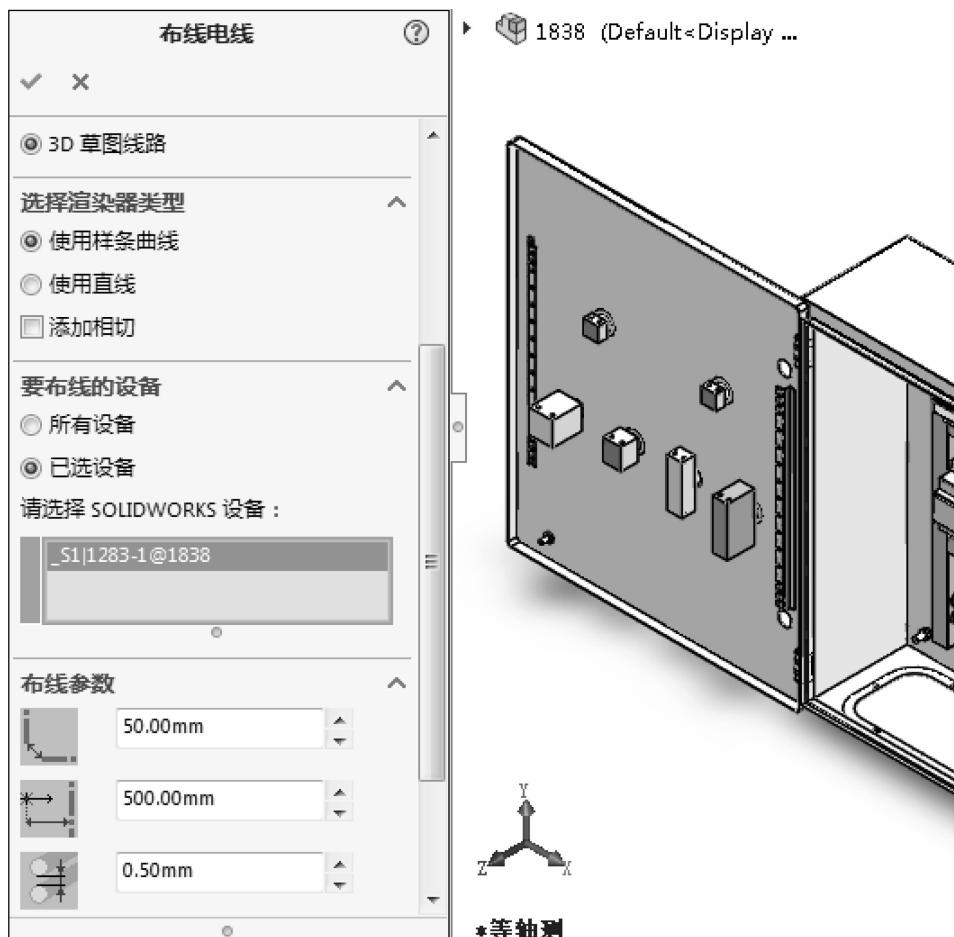

图 14-2 布线
**步骤2 布线** 单击【等轴测】，便于更好地查看柜体。在【SOLIDWORKS Electrical 3D】中单击【布线】，按图 14-2 所示定义。设置后单击【确定】，开始布线。